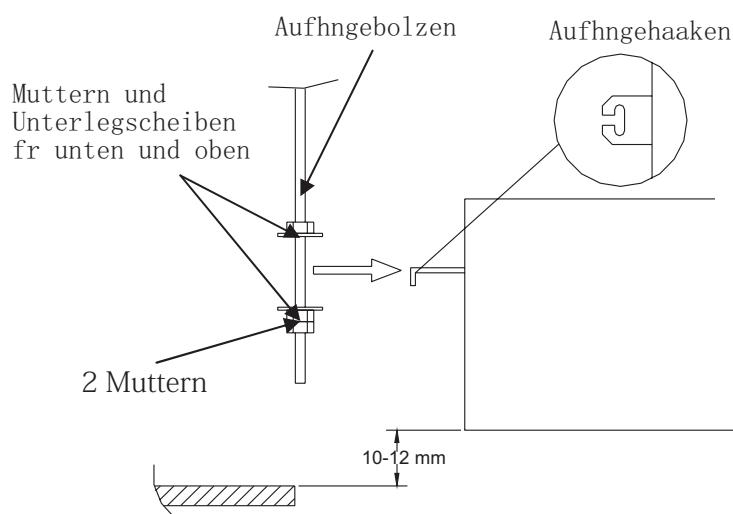

Abb.9
- Zwischen dem Gerät und dem Deckenboden sollte ein Abstand von 10~12mm freigehalten werden. Ziehen Sie alle Muttern an den Aufhängebolzen an (Abb. 9).